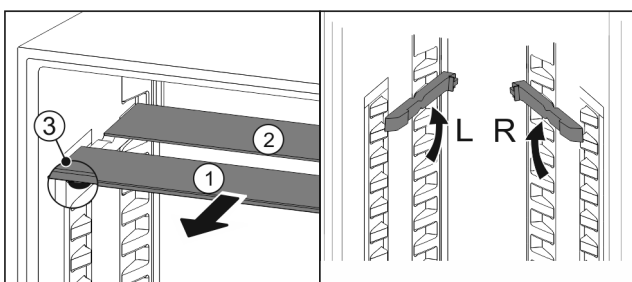

Fig. 29
- Посуньте Fig. 29 (1) скляну панель вперед.
- ▷ Скляна панель Fig. 29 (1) з декоративною планкою лежить спереду.
- ▷ Стопори Fig. 29 (3) показують вниз.